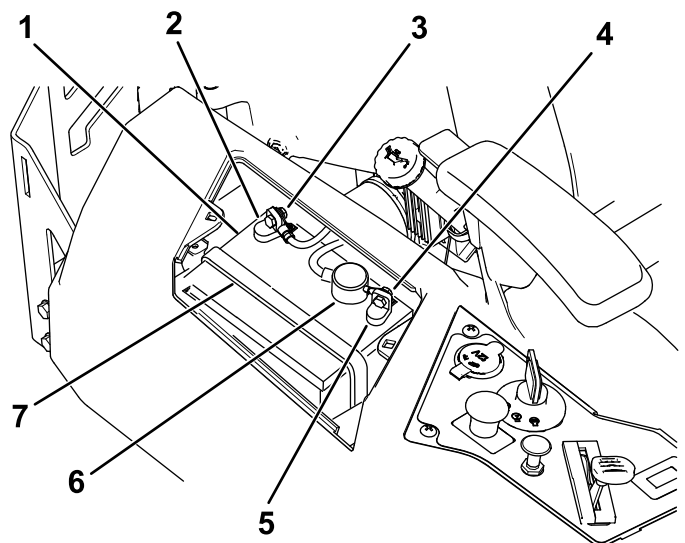

Figure 57
4. Débranchez le câble négatif (noir) de mise à la masse de la borne de la batterie (Figure 57).
6. Débranchez le câble positif (rouge) de la borne de la batterie (Figure 57).
7. Déposez la barrette de maintien de la batterie (Figure 57) et soulevez la batterie de son support.
1. Placez la batterie sur son support (Figure 57).
5. Fixez la batterie en place à l'aide de la sangle de maintien (Figure 57).